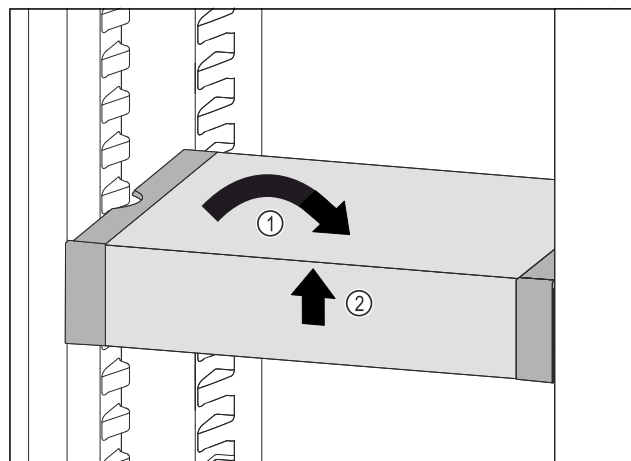

Fig. 101
- ▶ VarioSafe postavte rovně. Fig. 101 (1)
- ▶ VarioSafe vpředu zvedněte. Fig. 101 (2)